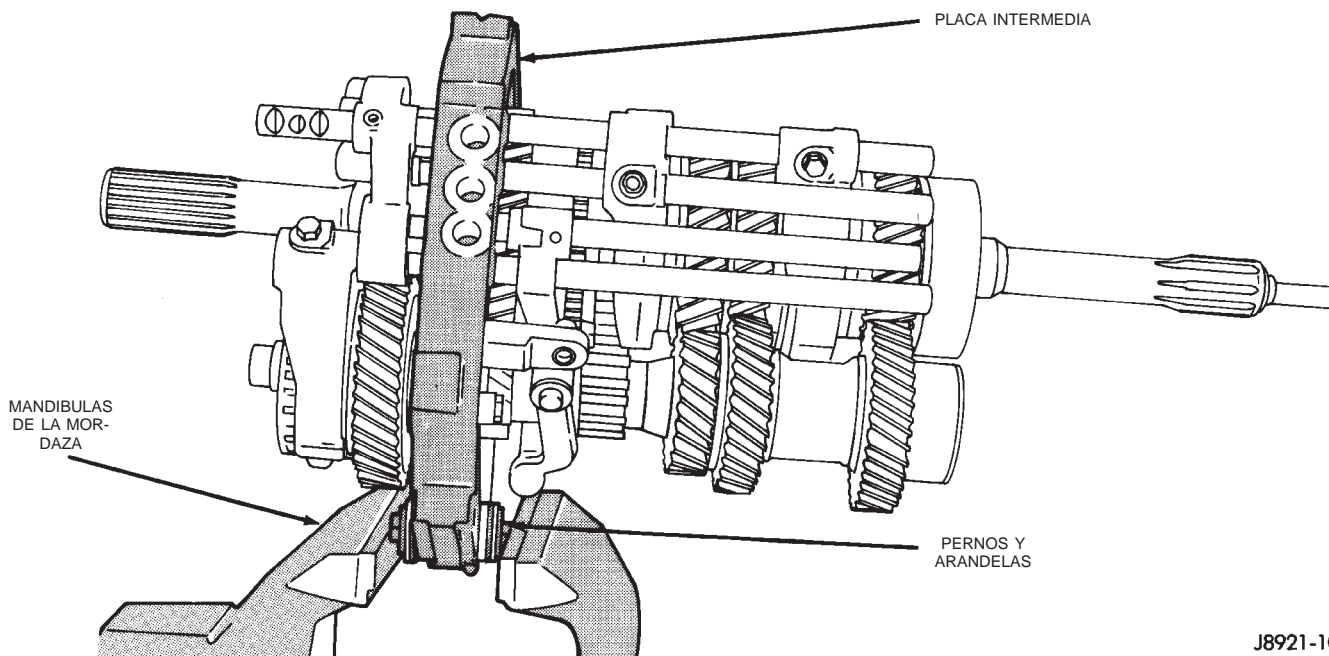

Fig. 51 Instalación de la placa intermedia en la mordaza
(1) Instale pernos y arandelas adecuados en la placa intermedia (Fig. 51). Sujete después el conjunto de placa y engranaje en la mordaza. Utilice suficientes arandelas como para impedir el contacto entre los pernos. Verifique también que las mandíbulas de la mordaza sujeten las cabezas de los pernos.